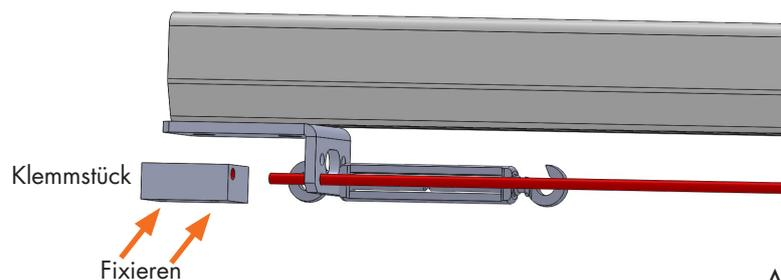

Abb. 19
- Wendeseil durch Bohrung des Klemmstücks führen. Anschließend von unten mit Hilfe der Gewindestifte (Innensechskant SW 3) im Klemmstück fixieren (siehe Abb. 19).